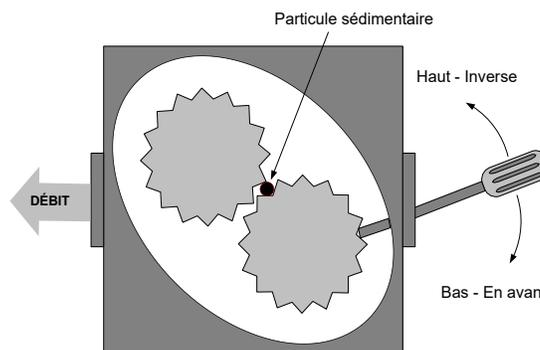

Figure 12
Une pompe saisie par des débris ou du shortening dur peut généralement être libérée en déplaçant manuellement les engrenages à l'aide d'un tournevis ou d'un autre instrument comme illustré à la figure 12. **S'assurer que le moteur de la pompe est hors tension avant d'essayer ceci.**
3. Utiliser un tournevis pour tourner manuellement les engrenages (voir Figure 12).